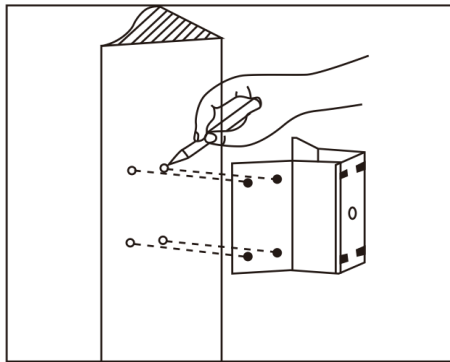

图12
a.如图12所示，以角装附件的安装孔为模板，在成 90° 夹角的墙壁上画出打孔位置，并打孔装上M8膨胀螺栓。